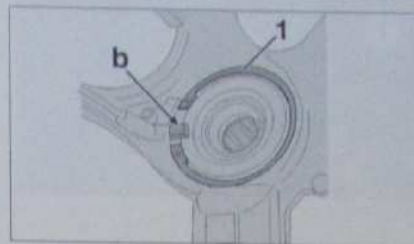

Fig. 42
- Reposer un circlip neuf (1) (Fig.42) de manière à ne pas obstruer l'emplacement (b) et pouvoir reposer le capteur ABS.